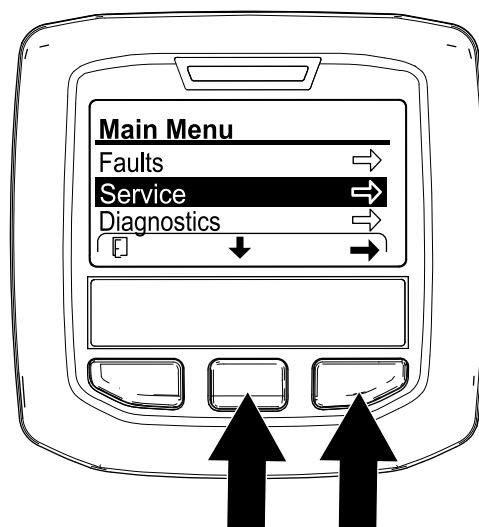

Figura 177
4. În InfoCenter, navigați la MENIUL PRINCIPAL (Figura 177).